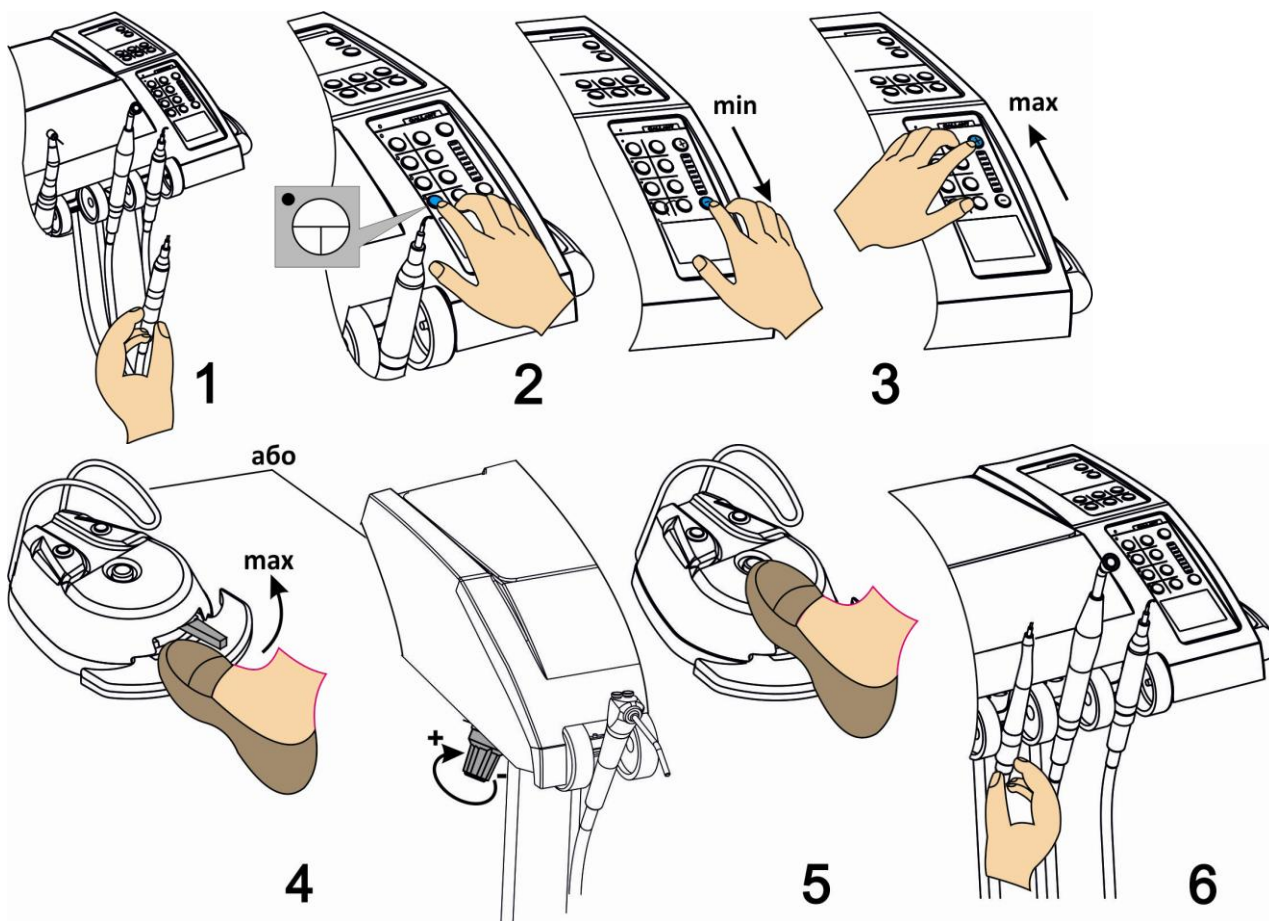

Рисунок 5.3.2.2 Настроювання частоти обертання мікромотора в режимі ЕНДО
1. Зніміть мікромотор з третього робочого місця блоку лікаря (див. Рисунок 5.3.2.2).